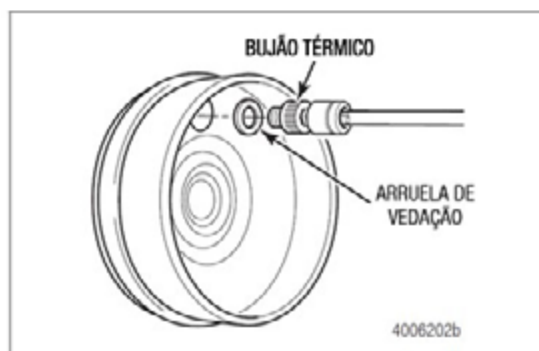

Figura 3.35
- I. Remova o bujão térmico com uma chave Allen de 4 mm (5/32 de polegada). Figura 3.35.